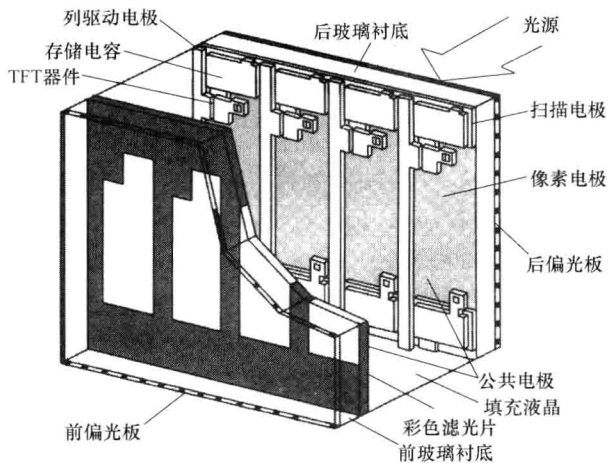
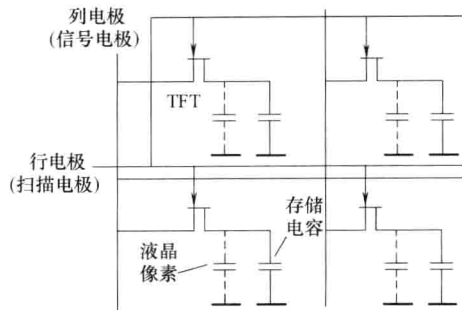

图 1-3 TFT-LCD 的构成
图 1-4 TFT-LCD 内部矩阵 TFT 的控制电路
TFT-LCD 由 TFT 器件、存储电容、前偏光板、列驱动电极、像素电极、彩色滤光片、公共电极、后偏光板等构成,如图 1-3 所示。TFT-LCD 内部的 TFT 矩阵控制电路如图 1-4 所示。图 1-4 中的虚线电容符号代表的是每个液晶像素,实线电容符号表示的是存储电容。而每个像素都设置一个由薄膜场效应晶体管组成的开关,它的源极 (S)、漏极 (D)、栅极 (G) 分别与列电极 (信号电极)、像素电极、行电极 (扫描电极) 相接。
如图 1-4 所示,当薄膜场效应晶体管 G 极输入足够电压后其导通,将信号电极与像素电极接通。这样,通过薄膜场效应晶体管就可以控制每个像素的工作状态,从而实现图像显示。而行、列电极输入的驱动信号由显示屏内的放大电路提供。